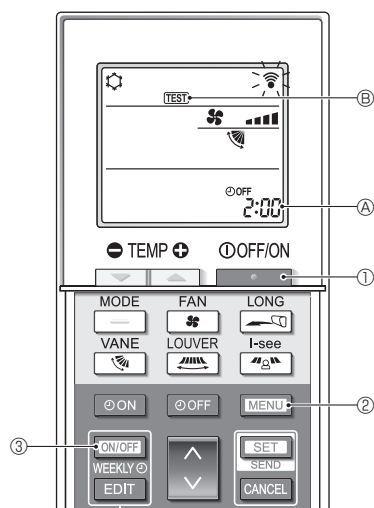

Fig. 7-5
7.2.2. Utilisation de la télécommande sans fil (Fig. 7-5)
■ Essai de fonctionnement (Fig. 7-5)
- Appuyez sur le bouton ① pour arrêter le climatiseur.
- Si la minuterie hebdomadaire est activée (WEEKLY est affiché), appuyez sur le bouton ③ pour la désactiver (WEEKLY disparaît).
- Appuyez sur le bouton ② pendant 5 secondes.
- Appuyez sur le bouton ②.